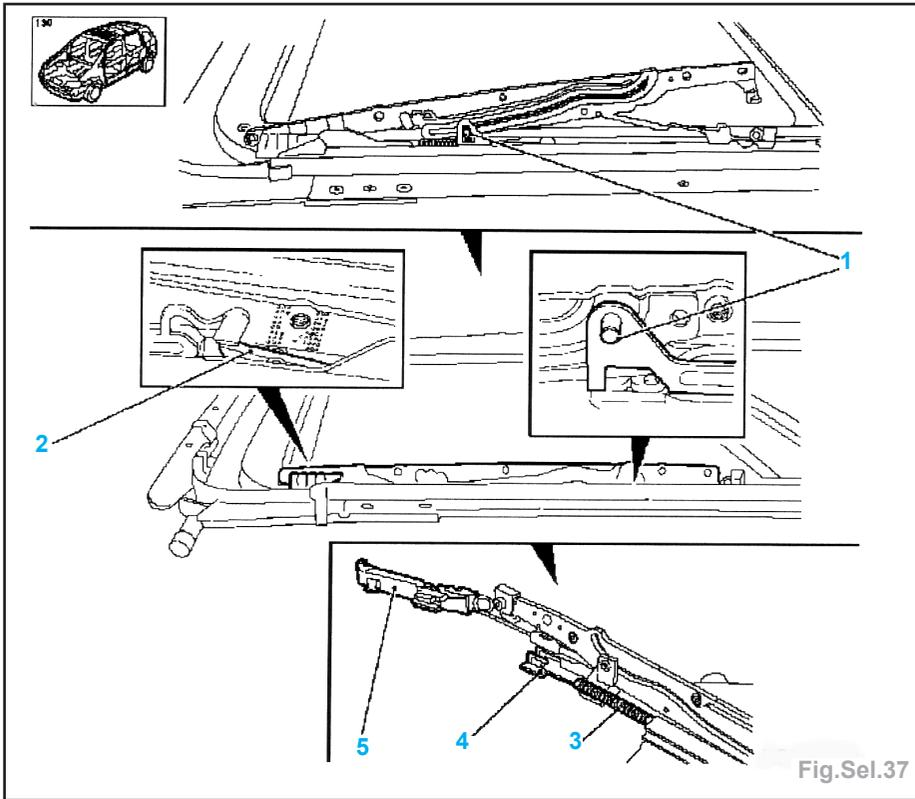

Fig.Sel.37
- Déposer (Fig.Sel.37) :
- Pousser le boulon d'assemblage (1) du guidage à l'arrière, vers l'arrière jusqu'en butée et jusqu'à ce que le levier d'encrètement (2) du guidage avant se soit enclenché.